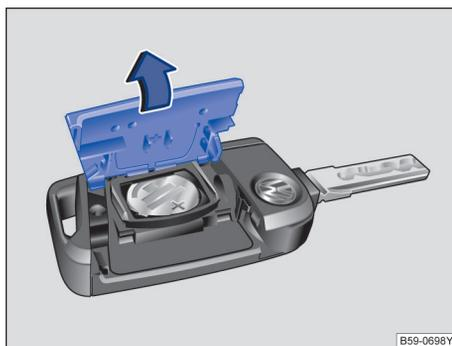

图 48 汽车钥匙：打开电池盒盖
- 用一合适的器具（例如，硬币）沿→图 48 箭头方向拆下汽车钥匙后侧的盖板→①
- 安装电池盖板，然后沿→图 48 箭头相反方向将其扣到汽车钥匙上，直至其卡定。